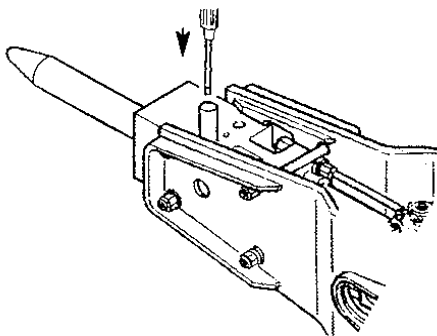

Рис. 5.60. Установка блокировочных шкворней
6. Вставить блокировочные шкворни пики (вставить шкворни руками в отверстия их корпусов и затем втолкнуть шкворни на свои места до конца с помощью отвертки; при этом блокировка замкнется самопроизвольно) (Рис. 5.60).